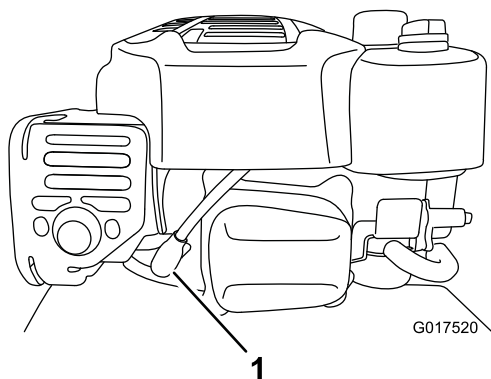

Figura 29
2. Scollegate il cappello dalla candela (Figura 29).